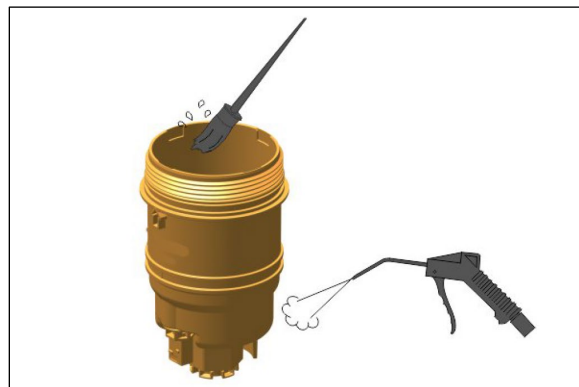

FIGURE 8
Le système de filtration de carburant Davco Fuel Pro 386 est monté entre le réservoir de carburant et la pompe à carburant. Ce système sert de séparateur d'eau, ainsi que de filtre à carburant (Figure 8). Voir le manuel *Davco Fuel Pro 386 387 388 Technical Manual F1387* disponible sur le site des Publications Techniques de Prevost.
2. Fermer le robinet d'arrêt situé du côté de l'arrivée du carburant (Figure 8);
3. Retirez le capuchon d'aération et le torique du capuchon d'aération (A);
4. Ouvrez la vanne de vidange (I) un minimum de 3 tours et purgez complètement le carburant de l'unité;
5. Fermez la vanne de vidange (I);
6. Desserrer la bague (E), enlever le couvercle clair avec ressort du filtre (D), l'élément filtrant et le joint torique (B).